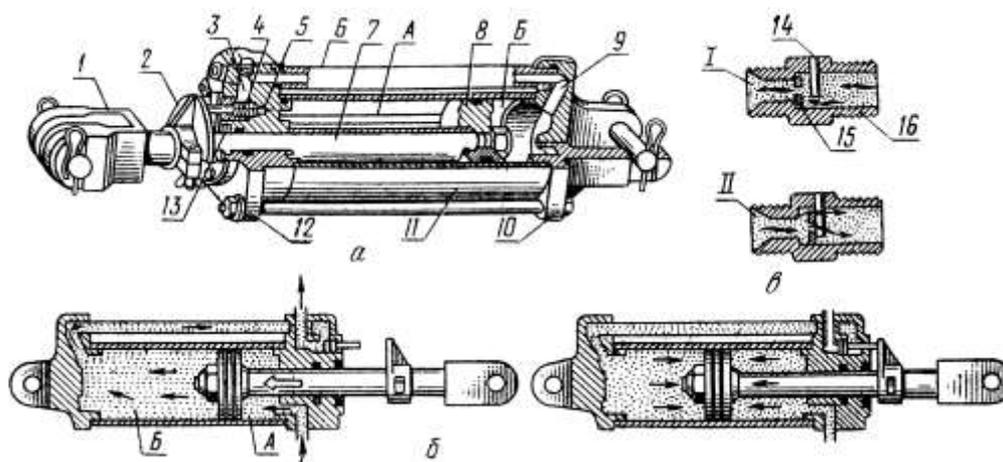

Рис. 39. Устройство силового цилиндра
9. Рассмотрите по плакату и на деталях устройство силового цилиндра. Определите, для чего предназначен ограничительный клапан **4** (рис. 39). Уясните, каким образом осуществляется бесступенчатая регулировка хода поршня. Определите, для чего предназначен замедляющий клапан **15** и уясните принцип его действия.